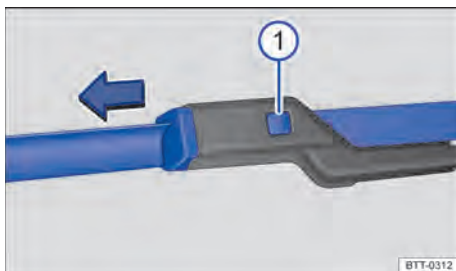

Fig. 138 Substituir as palhetas dos limpadores do para-brisa.
- Manter a tecla de destravamento ⇒ **Fig. 138** pressionada e, ao mesmo tempo, retirar a palheta dos limpadores do para-brisa no sentido da seta.